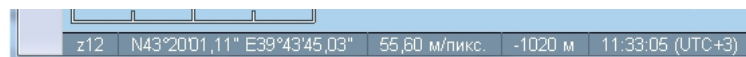

Рис. 19: Значение z
2. Выберите масштабы карт, которые вы планируете скачать. Обратите внимание на значение z в нижней строке (рис. 19).